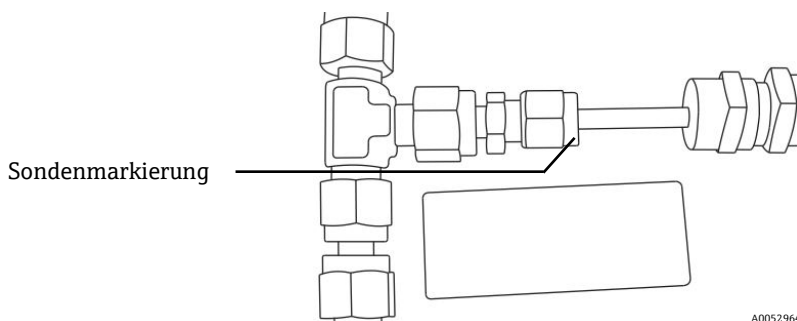

Abbildung 8. Sauerstoffsonde - Eintauchmarkierung
4. Sondenspitze in die Mutter der Swagelok T-Armatur für die Sauerstoffsonde einführen, bis die schwarze Markierung auf der Sonde auf die Öffnung der T-Armatur trifft. Siehe Abbildung 8.
10. Sondenspitze in die Mutter der Swagelok T-Armatur für die Sauerstoffsonde einführen, bis die schwarze Markierung auf der Sonde auf die Öffnung der T-Armatur trifft. Siehe Abbildung 8.